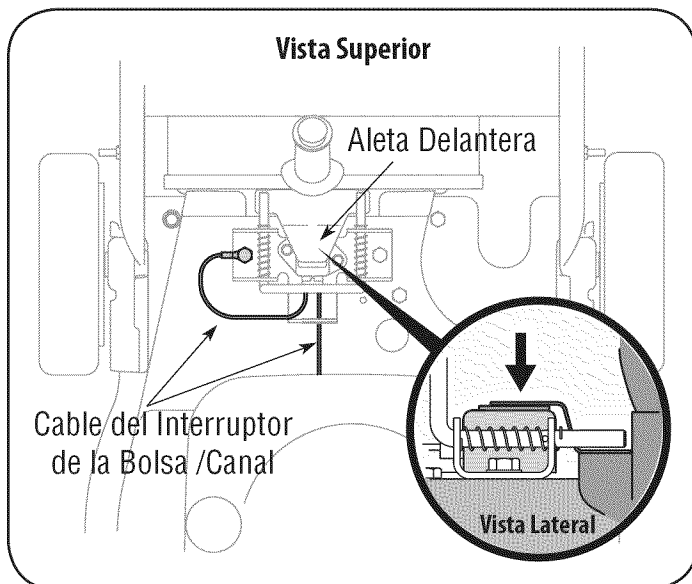

Figura 11
2. El botón del interruptor de bolsa / canal debe quedar presionado totalmente por la punta de la aleta delantera situada en la manija de la bolsa o en el canal de soplado, ya que en caso contrario el motor no arrancará. Vea la figura 11.
3. Compruebe que el cable del interruptor de la bolsa / canal esté conectado al motor y que esté conectado a tierra mediante la ménsula de montaje. Vea la figura 11.